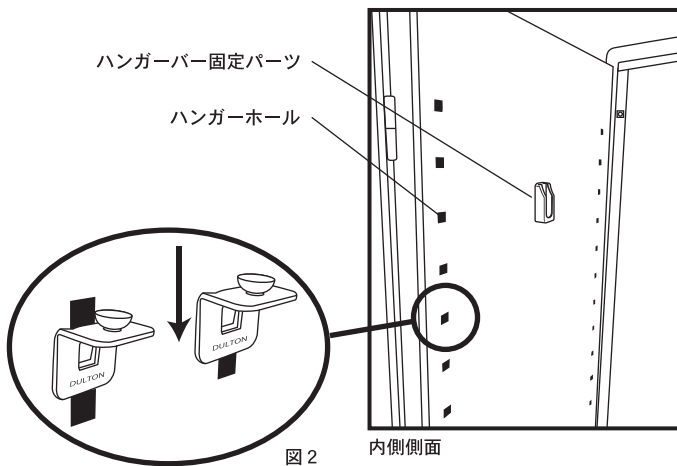

図 2
1. ドアを開き、お好みの高さのハンガーホールにクッションをつけたハンガーをセットして下さい。棚板 1 枚につき 4 箇所 (図 2)